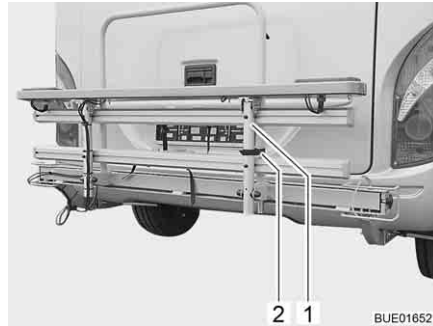

Fig. 1 Porte-vélos (replié)
- Détacher la courroie (Fig. 1,2) et rabattre l'étrier (Fig. 1,1) vers le bas.